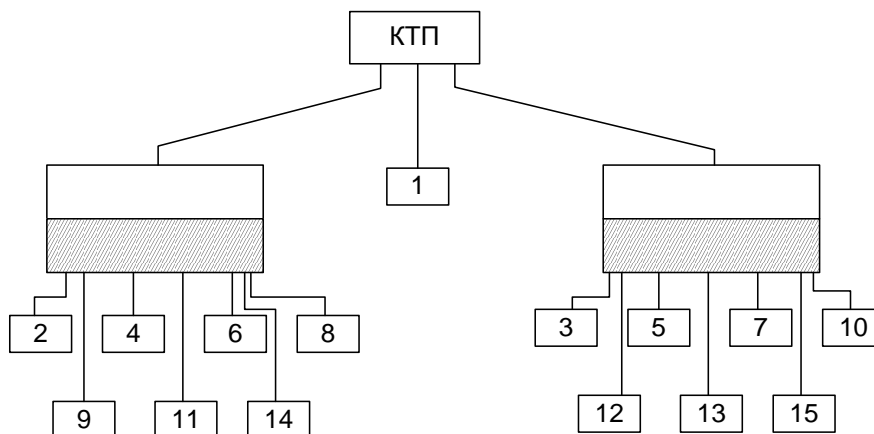

Рисунок 1 – План подключения технологического оборудования строительного объекта (стройплощадки)
1. Выполнить выбор комплектной трансформаторной подстанции согласно плану подключения технологического оборудования, рисунок 1: